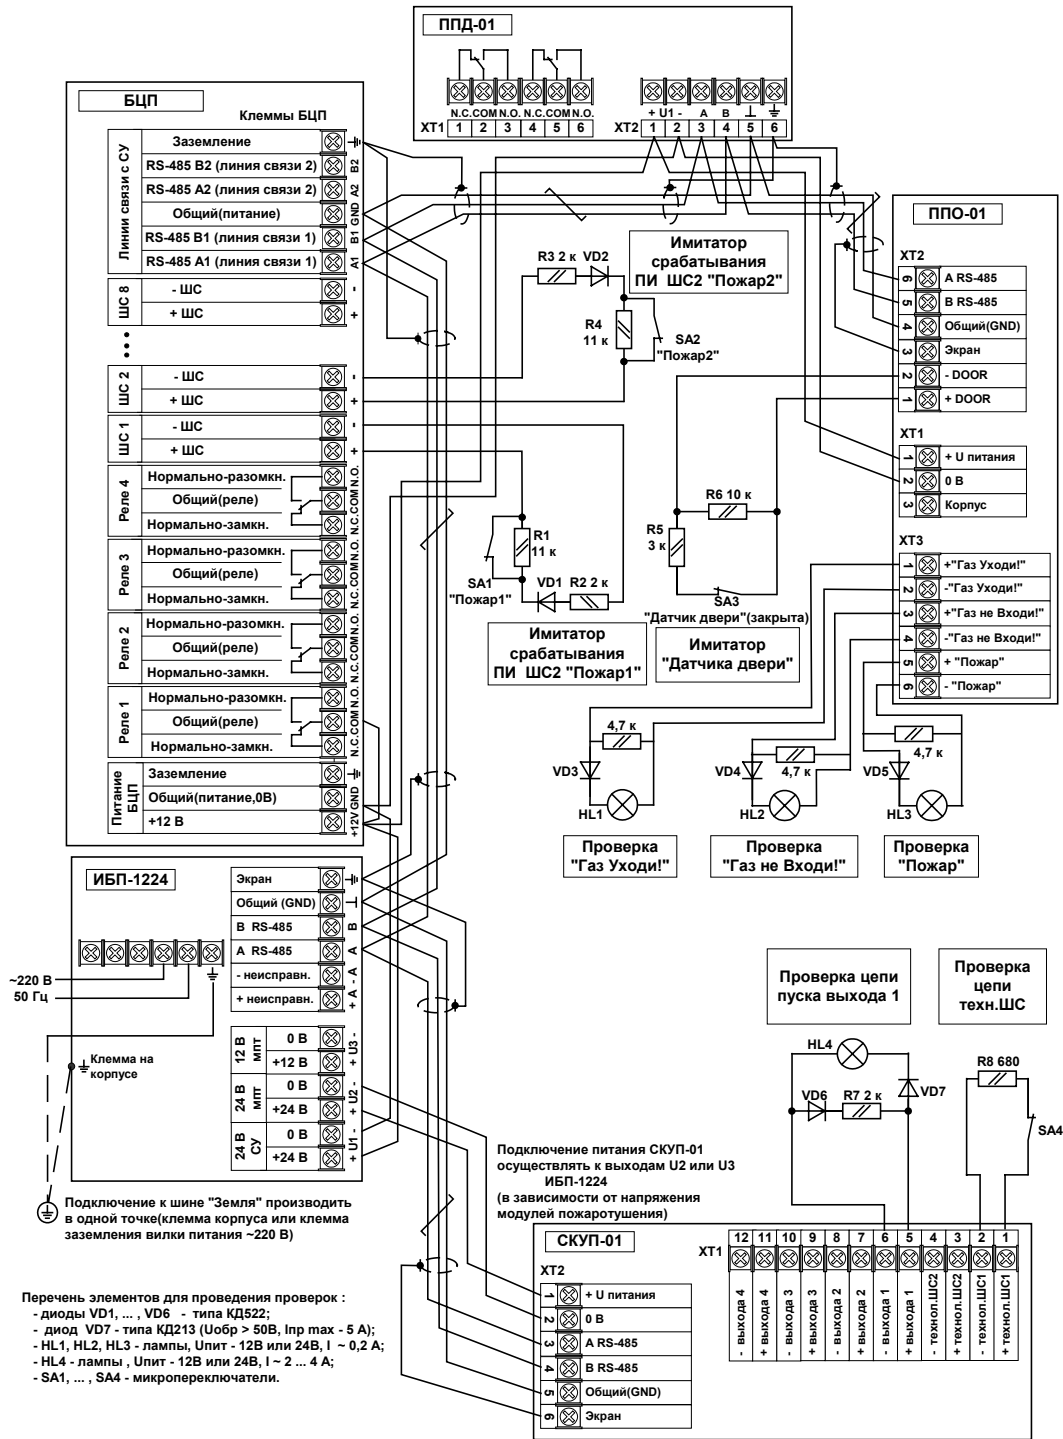

Рис. 6 Схема проверки устройств АСПТ одного направления пожаротушения
- Собрать схему Рис. 6 Приложение 1. Все подключения производить при отключенном от сети блоке питания (ИБП-1224). При необходимости использования выходов 2, 3, 4 и технологического ШС 2 СКУП-01 собрать и подключить к указанным клеммам аналогичные схемы (“Проверка цепи пуска выхода 1” и “Проверка цепи техн.ШС” Рис. 6).